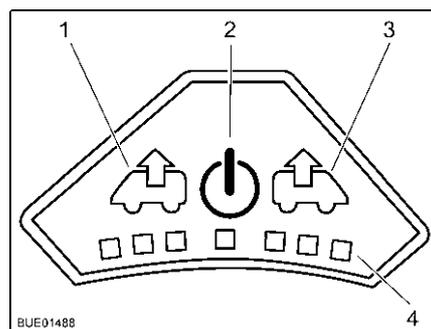

Bild 134 Bedienfeld des Ventilators
- Taste Ein/Aus (Bild 134,2) drücken. Der Ventilator läuft im Komfortmodus (Entlüften mit niedrigster Ventilatorzahl).
- Um die Ventilatorzahl zu erhöhen: Taste Entlüften (Bild 134,1) drücken. Die Ventilatorzahl in Entlüftungsrichtung nimmt um eine Stufe zu. LEDs (Bild 134,4) zeigen die Schaltstufen an.
- Um die Ventilatorzahl zu verringern: Taste Belüften (Bild 134,3) drücken. Die Ventilatorzahl nimmt um eine Stufe ab.
- Um die Ventilatorzahl zu erhöhen: Taste Belüften (Bild 134,3) drücken. Die Ventilatorzahl in Belüftungsrichtung nimmt um eine Stufe zu. LEDs (Bild 134,4) zeigen die Schaltstufen an.
- Um die Ventilatorzahl zu verringern: Taste Entlüften (Bild 134,1) drücken. Die Ventilatorzahl nimmt um eine Stufe ab.
- Taste Ein/Aus (Bild 134,2) drücken. Der Ventilator stoppt, die LEDs erlöschen.